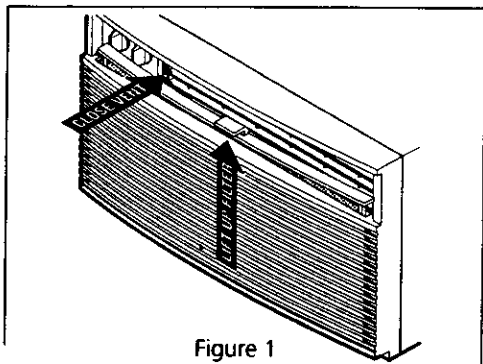

Figure 1
- Sur certains modèles, poussez la manette de commande de l'évent à la position OFF (Arrêt). Pour sortir le filtre, tirez droit vers le haut (figure 1).